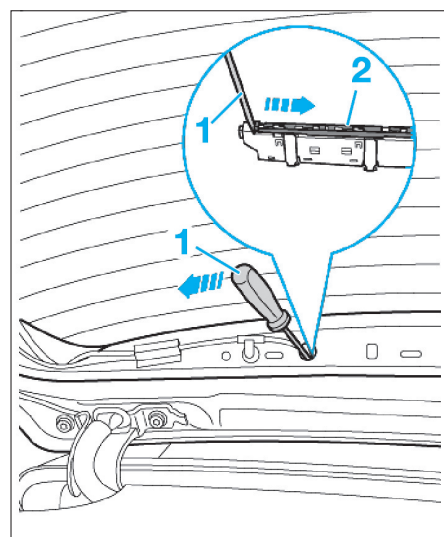

Fig. 66
- Introduire un tournevis (1) dans l'alésage du volet arrière par lequel passe le câble du troisième feu de stop (Fig.66).
- Déverrouiller la glissière de retenue (2) des lames à ressort vers la droite en tournant avec force la poignée du tournevis vers la gauche.
- Extraire le troisième feu de stop (2) de la découpe de son logement en commençant par la droite.